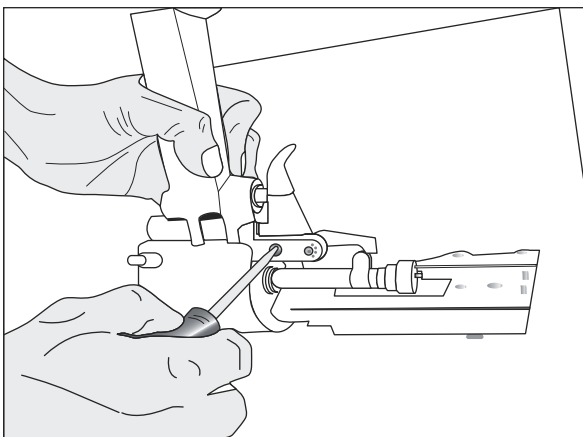

Figure 27
1. Desserrez les vis à l'aide d'un tournevis à lame plate. (Voir Figure 27)